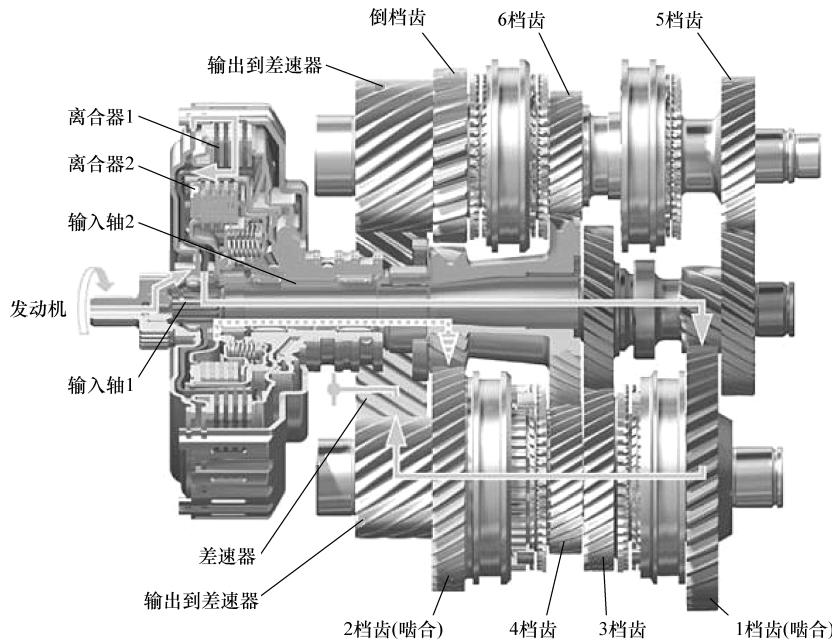

图 1-23 DSG 结构
(1) 定义 DSG (英文为 Direct Shift Gearbox), 指的是直接换档变速器, 也称为 S-Tronic 变速器或者双离合变速器。DSG 变速器是大众双离合技术的专有称谓。
(2) DSG 组成与工作原理 DSG 变速器主要由多片湿式双离合器、三轴式齿轮变速器、自动换档机构、电子控制液压控制系统组成, 如图 1-23 所示。
**学习提示：**如图 1-23 所示，离合器 1 负责 1 档、3 档、5 档和倒档，离合器 2 负责 2 档、4 档和 6 档；挂上奇数档时，离合器 1 结合，输入轴 1 工作，离合器 2 分离，输入轴 2 不工作，即在 DSG 变速器的工作过程中总是有 2 个档位是结合的，一个正在工作，另一个则为下一步做好准备；手动模式下可以进行跳跃降档：如果起始档位和最终档位属于同一个离合器控制的，则会通过另一离合器控制的档位转换一下，如果起始档位和最终档位不属于同一个离合器控制的，则可以直接跳跃降至所定档位。